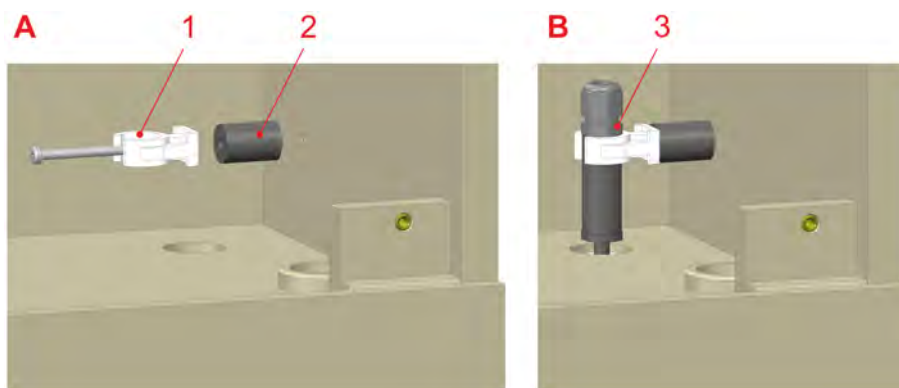

Fig. 19 : Montage du capteur de fuite
1. ➤ Visser le support entretoise (Fig. 19 , A, repère 2) et le collier de serrage (Fig. 19 , A, repère 1) dans le coin arrière droit de la console murale.
2. ➤ Attacher le capteur de fuite Fig. 19 , B, repère 3, enfoncer dans l'entrée de la cuve collectrice.